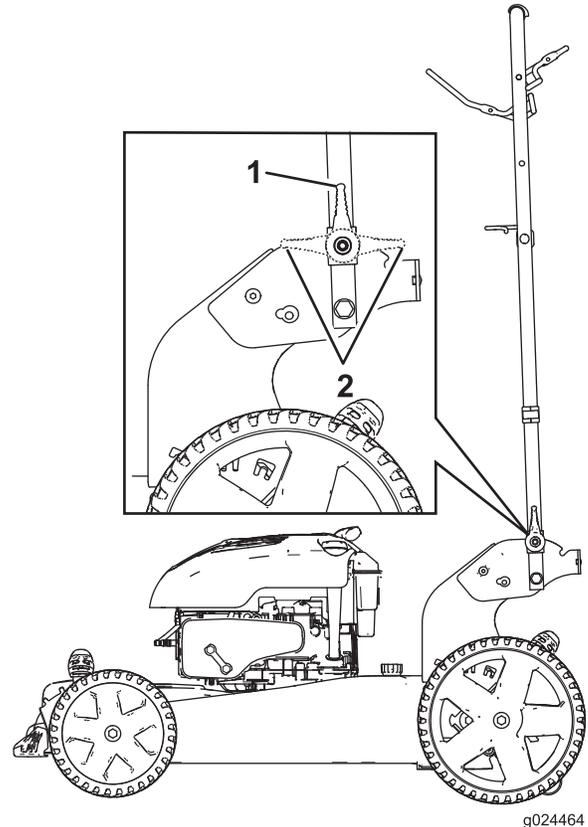

Figura 27
2. Pliegue el manillar hacia adelante, a la posición vertical o a la posición de plegado completo, según se indica en Figura 27.